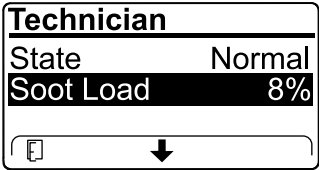

Figure 35
- Affichez la charge de suie mesurée dans le FAP sous forme d'un pourcentage (Figure 35) ; voir le tableau de charge de suie.